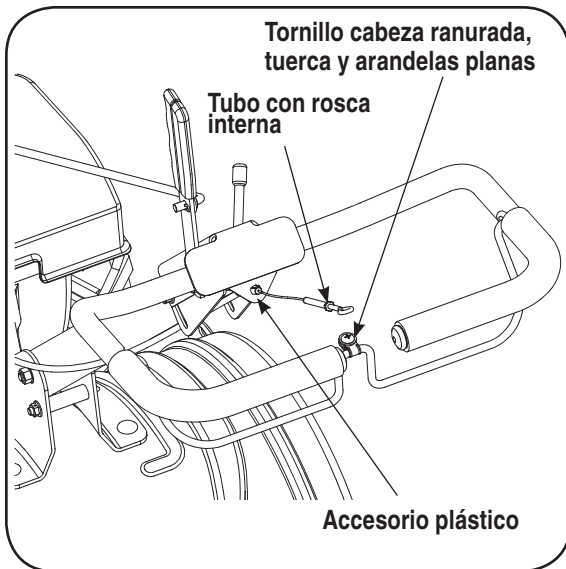

Figura 3-3
- Empuje el cable a través del orificio del centro de la manija e introduzca a presión el accesorio plástico. Vea la Figura 3-3.